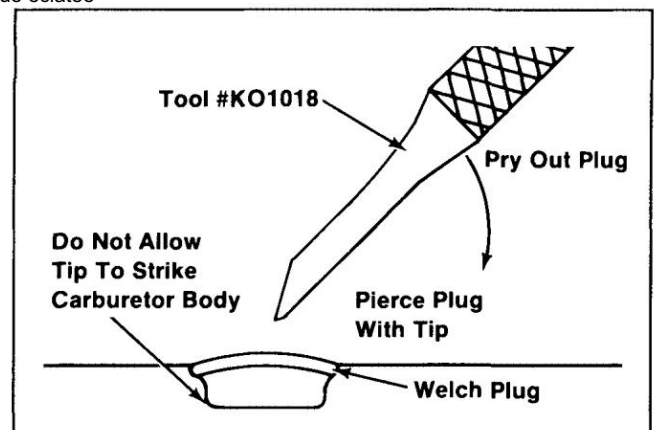

Figure 6-23. Removing Welch Plugs.
5. Afin de nettoyer les ports « hors ralenti » et le bol soigneusement le canal de ventilation, les bouchons Welch recouvrant ces zones doivent être retirés. Utiliser l'outil n° KOI018 et la procédure suivante pour retirer les bouchons Welch. Reportez-vous à la Figure 6-23.